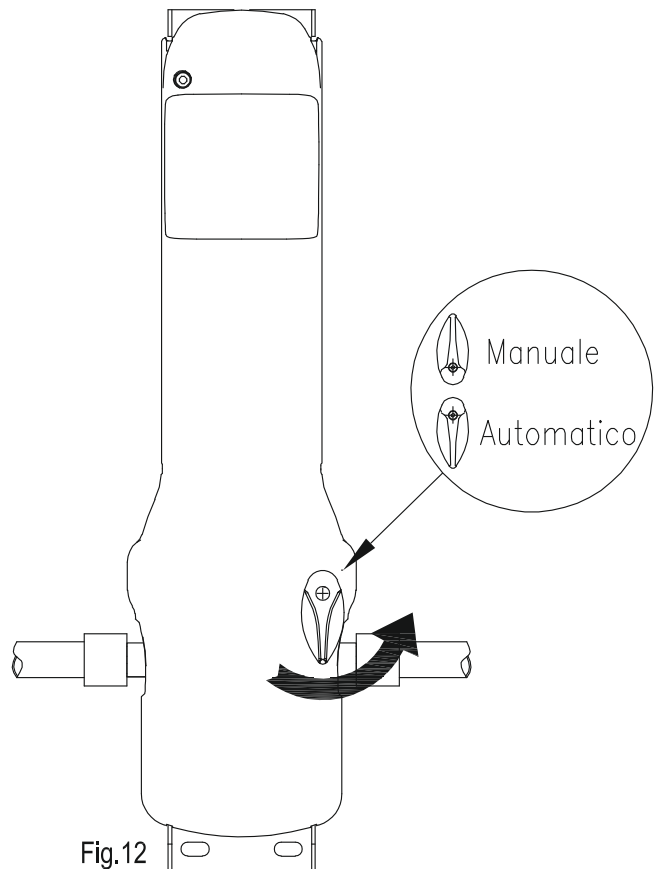

Fig.12
1. Sbloccare il motoriduttore (Fig. 12).
8. Riportare il motoriduttore in funzionamento automatico (fig.12).
1. Débrayer l'opérateur (Fig. 12).
8. Reporter l'opérateur en fonctionnement automatique (fig.12).
1. Desbloquee el motorreductor (Fig. 12).
8. Ponga de nuevo el motorreductor en ciclo automático (fig.12).
1. Release the gearmotor (Fig. 12).
8. Put the gearmotor back to automatic operation (fig.12).
1. Den Antrieb entriegeln (Abb. 12).
8. Den Antrieb auf Automatikbetrieb stellen (Abb. 12).
1. Ontgrendel de reductiemotor (afb. 12).
8. Breng de reductiemotor terug in automatische werking (afb.12).